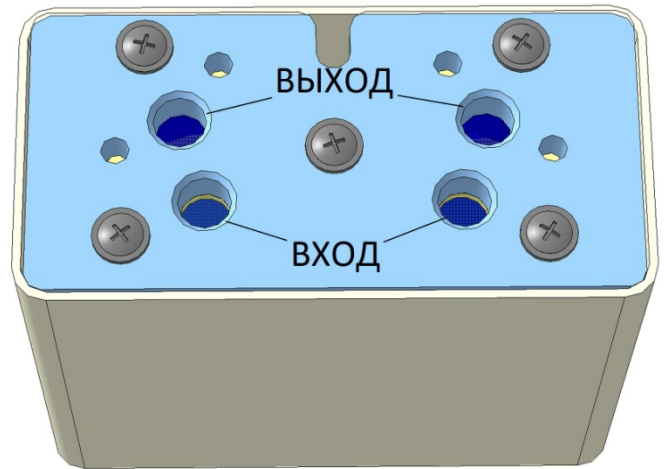

Рис. 6
2). Завинтите до упора с умеренной силой два, прилагаемых в комплекте, коротких шланга в резьбовые отверстия «ВЫХОД», как показано на (Рис. 6). Соедините их через резьбовые переходники со шлангами смесителя, как показано на (Рис 5). Затем также завинтите два, прилагаемых в комплекте, длинных шланга в отверстия «ВХОД» и соедините их с магистральными трубами соответственно помеченному шлангу для горячей воды. Проследите, что бы при затяжке шланги не скручивались.